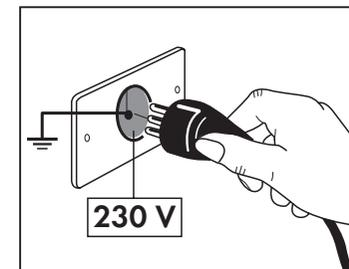

Fig. 1
- Assicurarsi che l'impianto elettrico di rete (230V) sia munito di presa a terra, secondo quanto prescritto dalle normative esistenti in materia (**Fig. 1**)